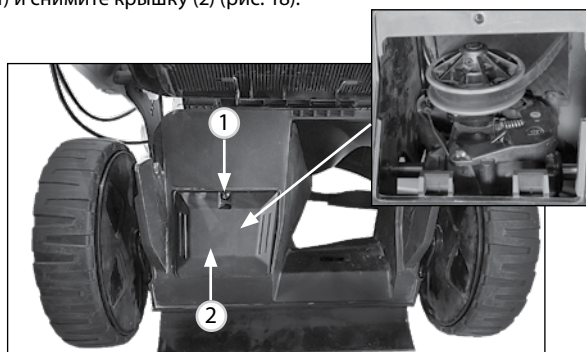

Рис. 18
1. Открутите винт (1) и снимите крышку (2) (рис. 18).